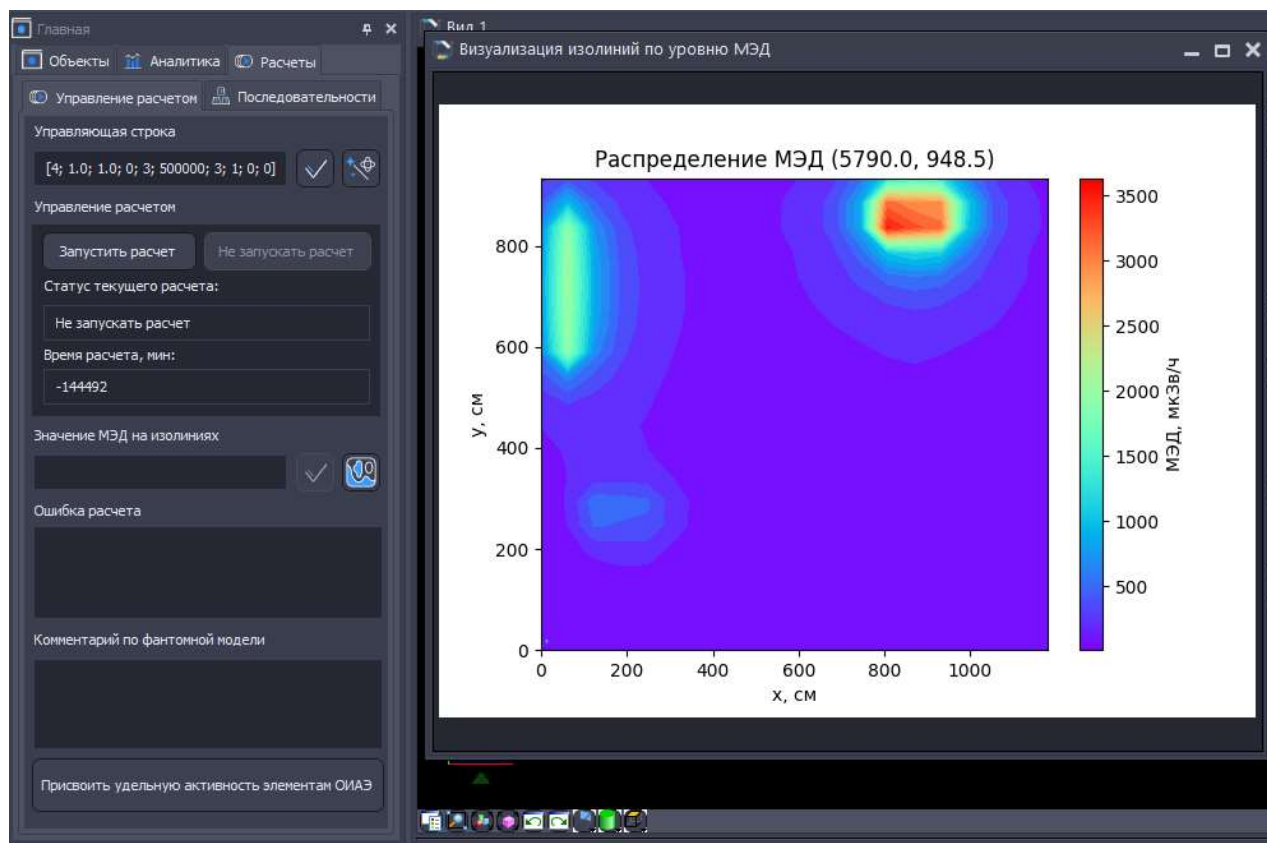

Рисунок 11.1. Вкладка «Управление расчетом» с открытым окном «Визуализация изолиний по уровню МЭД».
- Кнопка просмотра графического изображения (активна, если изображение имеется в ЦИМ). Нажатие на кнопку открывает окно «Визуализация изолиний по уровню МЭД». Формат изображения определяется модулем радиационных расчетов и может отличаться от представленного на рис.11.1.